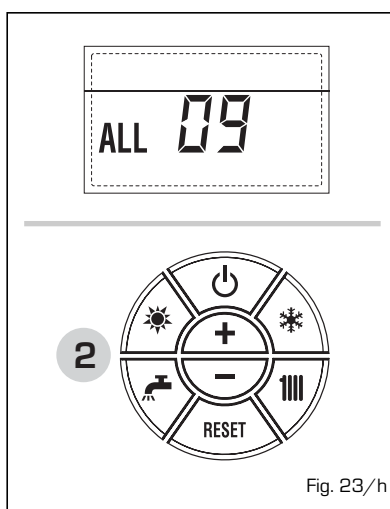

Fig. 23/h
- **ANOMALIA SONDA AUSILIARIA "ALL 10"** (fig. 23/i)